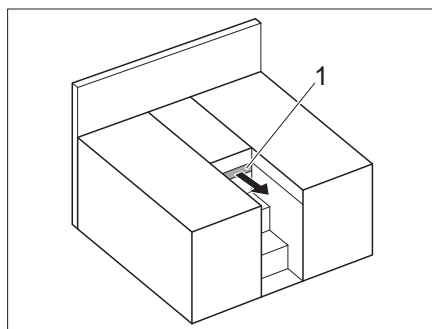

Bild 132 Einzelbetten
- Auszug (Bild 132,1) herausziehen.